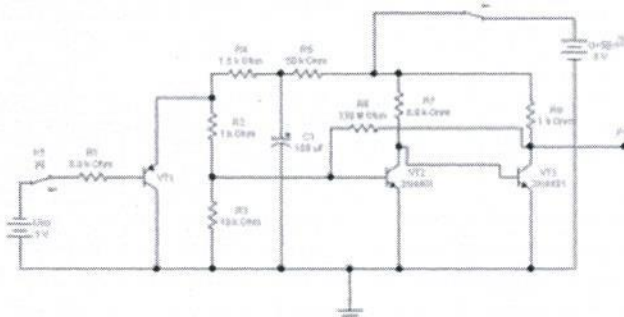

Рис. 5 Схема выработки сигнала PG. VT1-элемент схемы защиты от перенапряжений (защита по току); VT2-VT3-элемент задержки ждущий-мультивибратор.
1.2.3. Ознакомится с признаками исправной работы 2 варианта схемы выработки сигнала PG, для этого загрузить модель схемы - pg1.ewb.(Рис.5) Установить исходное состояние переключателей K1-вниз, K2-вверх. Выполнить подключение осциллографа к сигналу PG. Включить схему, переключив K2 в положение низ, имитируя поступление на схему выработанного БП напряжения +5В, ознакомится с работой схемы, выполнить, с помощью осциллографа, измерение времени задержки времени появления сигнала PG - tPG, переключив K1 в положение вверх, имитируя поступление на схему защиты большого по величине сигнала ошибки, что соответствует короткому замыканию на выходе БП. Зарисовать полученные осциллограммы, отметив момент замыкания переключателя K1.